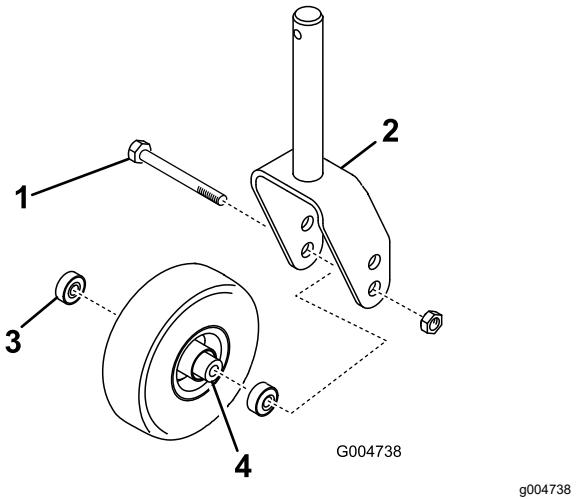

Figura 23
- Retire la contratuerca del perno que sujetla el conjunto de la rueda giratoria en la horquilla (Figura 23).
- Retire el cojinete de la rueda y deje que se caiga el suplemento del cojinete (Figura 23).